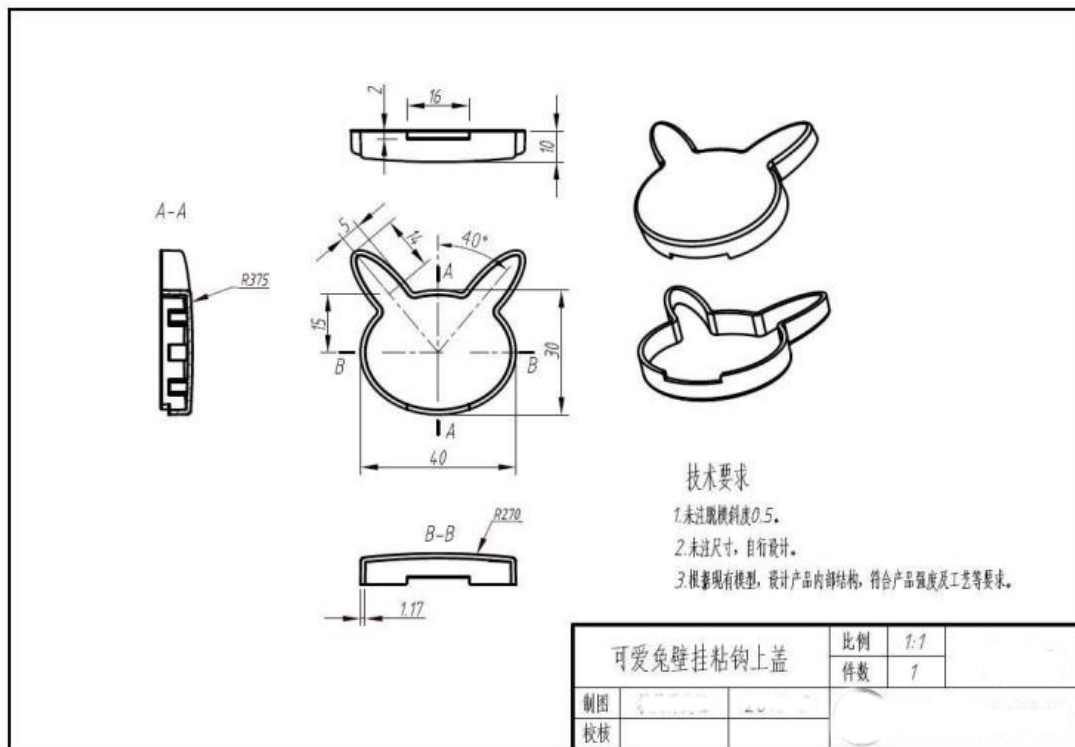

图 2-5-5 可爱兔玩具盖
按照图 2-5-5 的要求，根据以下参考图，按规定完成工业机器人系统三维建模。
2) 根据图 2-5-5对产品进行外形设计。